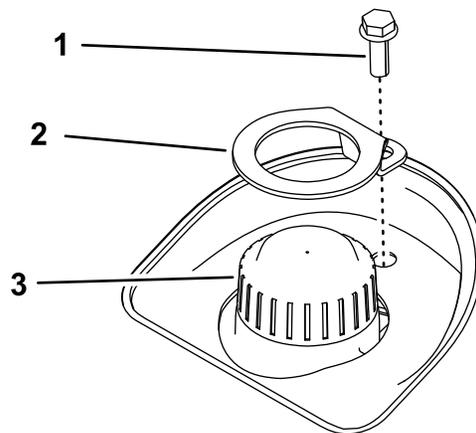

Figura 48
5. Si el nivel de aceite es bajo, retire el bloqueo del tapón y el tapón de la parte superior del depósito de expansión (Figura 48) y añada suficiente fluido hidráulico del tipo especificado para que llegue al nivel correcto.